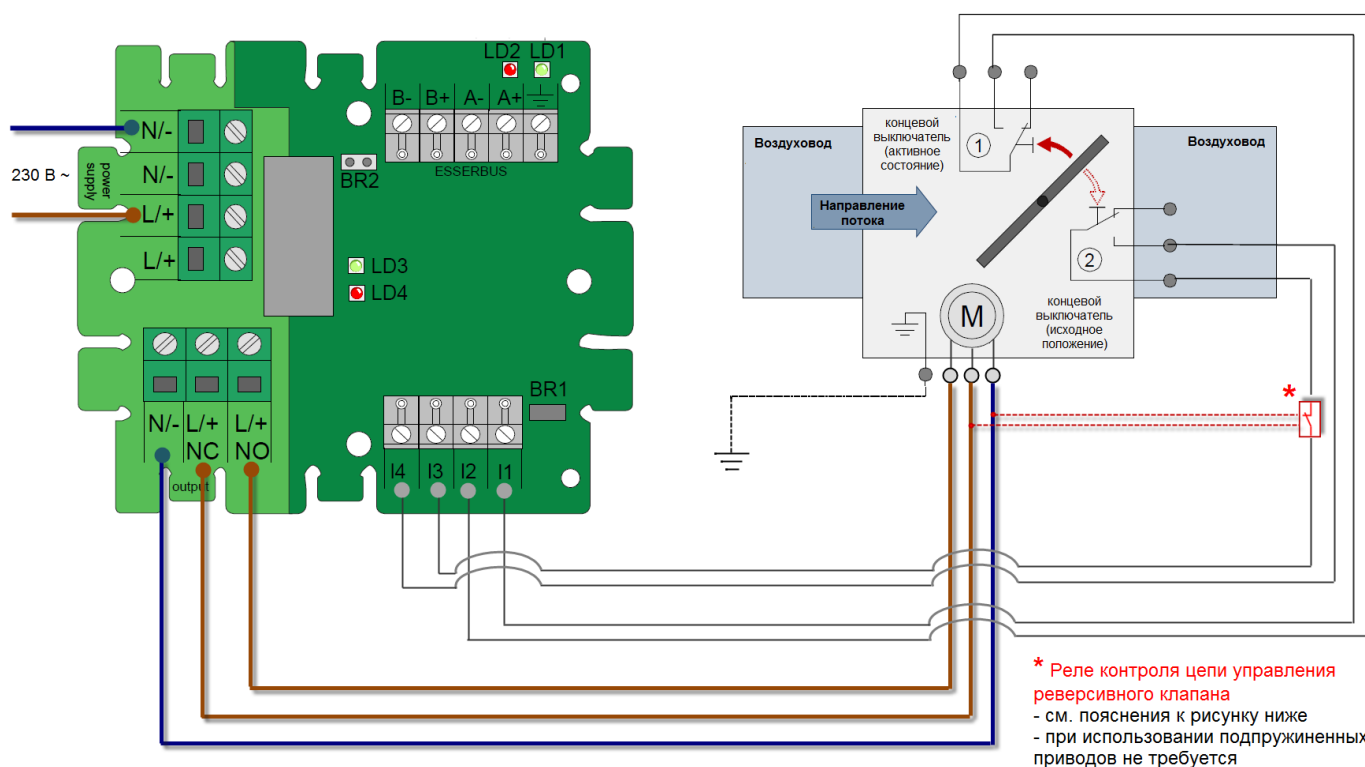

Рисунок 72 – пример подключения модуля 808621 к реверсивному приводу клапана (Belimo)
* Реле контроля цепи управления реверсивного клапана – см. Примечания на Рисунок 72 – пример подключения модуля 808621 к реверсивному приводу клапана (Belimo) **Error! Reference source not found.**